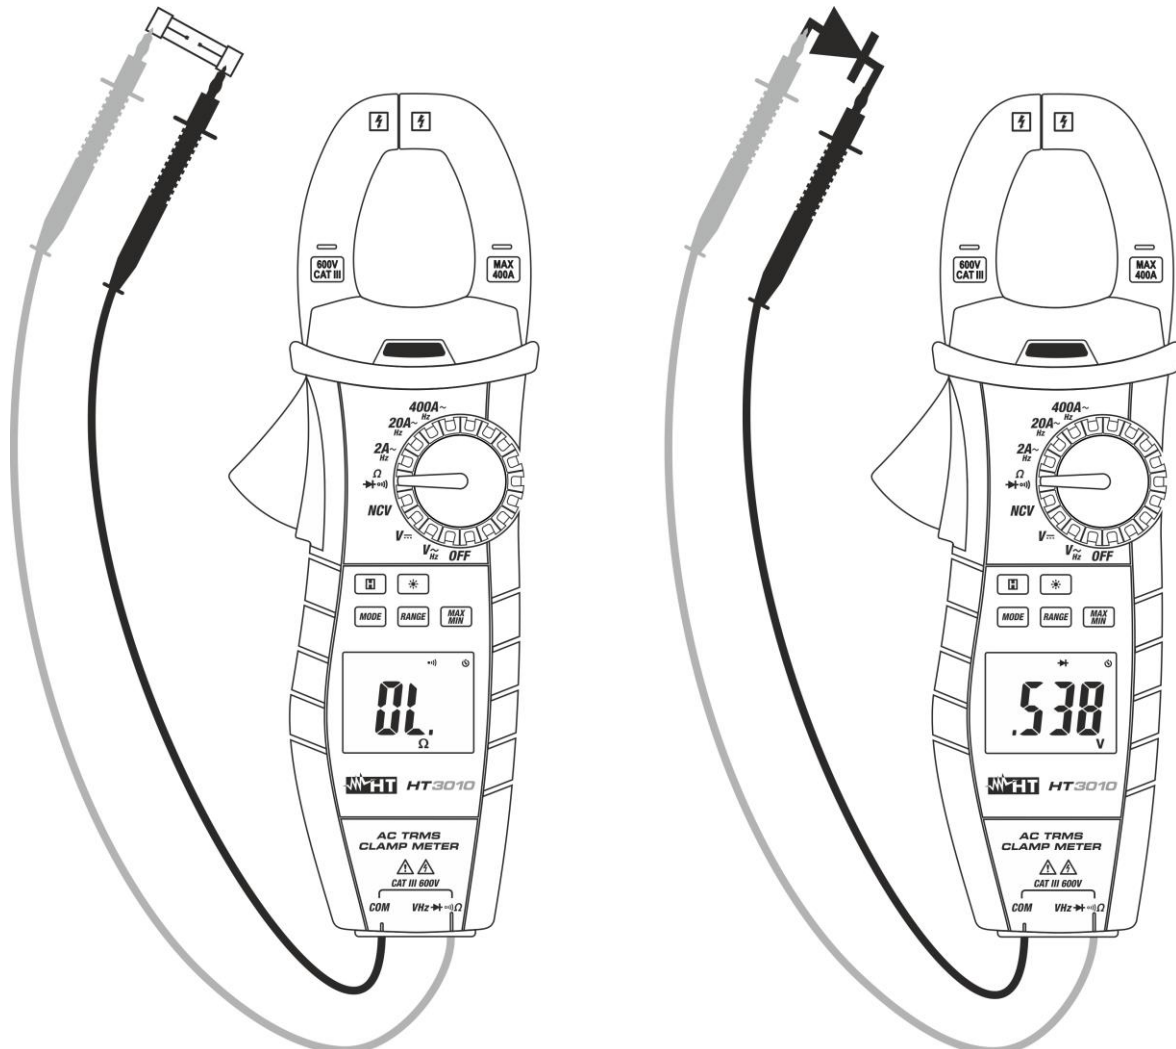

Fig. 7: Uso del instrumento para la prueba de Continuidad y Prueba de Diodos
3. Inserte el cable rojo en el terminal de entrada **VΩHz** $\rightarrow \text{diode}$) y el cable negro en el terminal de entrada **COM** y efectúe la prueba de continuidad sobre el objeto en prueba (vea Fig. 7 – parte izquierda). El indicador acústico emite una señal acústica cuando el valor de la resistencia medida es inferior a aproximadamente 30Ω
5. Conecte la punta roja al ánodo del diodo y la punta negra al cátodo en caso de medida de polarización directa (vea Fig. 7 – parte derecha). Invierta la posición de las puntas de prueba en caso de medida de polarización inversa